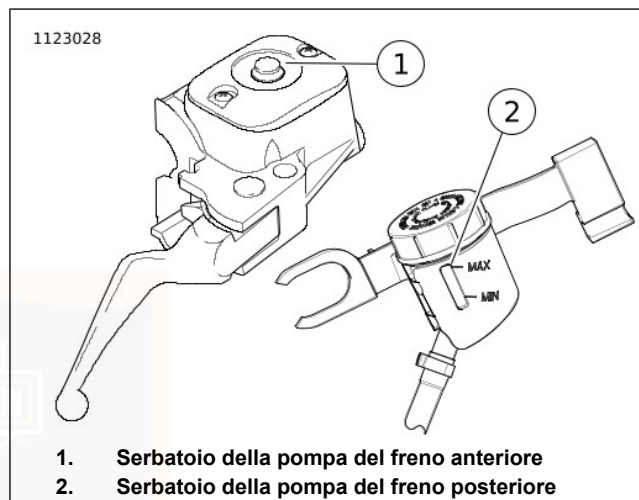
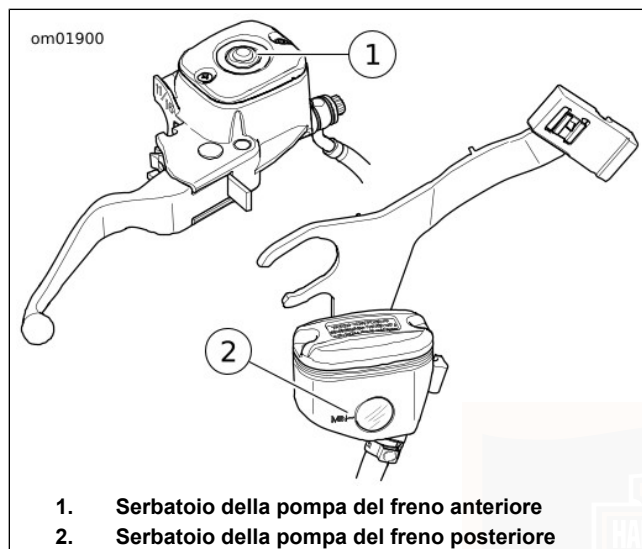

Figura 62. Spioncino del liquido per freni: FLHTCUTG
Figura 63. Spioncino del liquido per freni: FLRT
1. Vedere Figura 62 e Figura 63. Controllare il livello del liquido nel serbatoio della pompa del freno. Posizionare il veicolo su una superficie in piano. Ruotare il manubrio in modo che la pompa sia in piano.